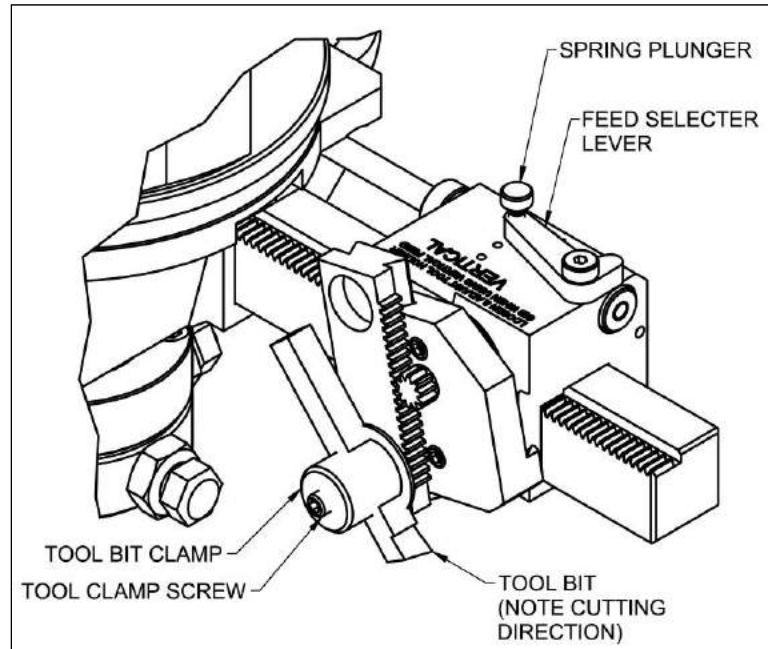

FIGURE 8. REGLAGE DE L'AVANCE DE L'OUTIL
2. Relever le piston à ressort (voir Figure 8).